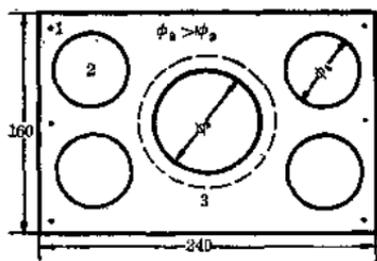

图 5
**平板架** 见图5,作固定磁钢用。一般用厚1.5毫米左右铝板或胶木板制成。中间开圆孔,应大于音圈而略小于磁钢,使音圈在其中运动而互不相碰。四周开一些孔,以利声波通